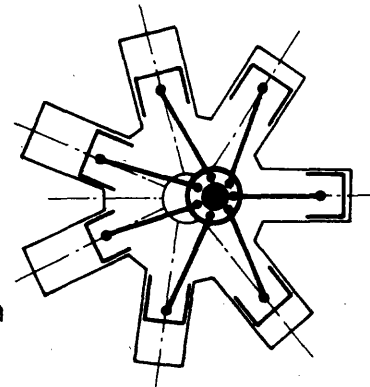

Fig. 9
- *Motor de cilindros radiales.* Son aquellos en que sus cilindros están dispuestos en estrella (fig. 9).